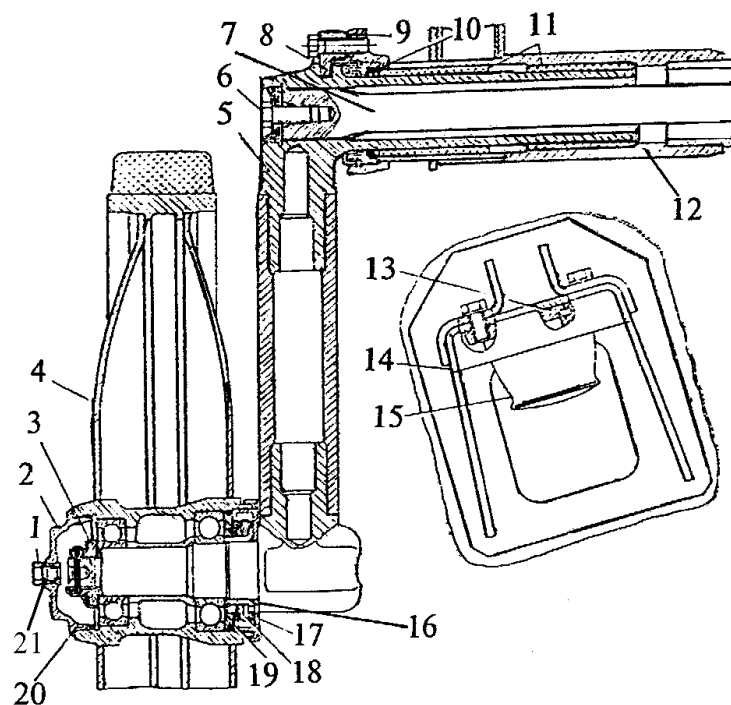

Рис. 1.39 Установка опорного катка
Каток монтируется на ось балансира на двух шариковых подшипниках, запрессованных в ступицу. В процессе работы шариковые подшипники катка не нуждаются в регулировке, поэтому гайка **3** (рис. 1.39) оси катка должна затягиваться до отказа. Ступица катка закрыта крышкой **2** с резьбовым отверстием, в которое ввернута пробка **1**. Крышка уплотняется резиновым кольцом **20**, а пробка – медной шайбой **21**.
3. ключом крышек ступиц катков **2** (рис. 1.55) отвернуть крышку **2** (рис. 1.39);
4. установите остальные опорные катки на машину, регулируя их линейное расположение относительно шнура регулировочными прокладками **9** (рис. 1.39), устанавливаемыми под фиксатором **8** балансиров. Допускается отклонение от средней линии не более 2 мм в ту или в другую сторону.
Торсионы **7** (рис. 1.39) правого и левого бортов соосны и установлены в шести трубах **12** подвески, расположенных поперек корпуса машины. Торсион одним концом соединяется со шлицами оси балансира **5**, а другим входит в шлицевую опору трубы подвески.
та спец. инструмента, вынуть торсион 7 (рис. 1.39) из балансира 5, отвернуть болты фиксатора и вынуть балансир.
Для снижения ударных нагрузок на корпус исключения перегрузки торсионов передних и задних балансиров на корпусе машины установлены ограничители (буферы 15 (рис. 1.39) из армированной резины) хода крайних опорных катков.
– снять заглушку торсиона, отвернув болт 6 (рис. 1.39);